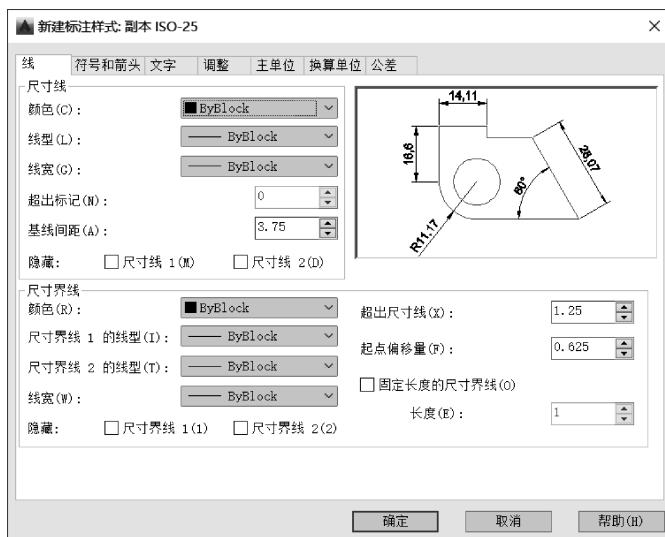

图9-9 “新建标注样式”对话框
在对话框中，“新样式名”文本框，用于确定新尺寸标注样式的名字；“基础样式”下拉列表框，用于确定以哪一个已有的标注样式为基础来定义新的标注样式；“用于”下拉列表框，用于确定新标注样的应用范围，包括“所有标注”“线性标注”“角度标注”“半径标注”“直径标注”“坐标标注”“引线与公差”等。完成上述设置后，单击“继续”按钮，打开“新建标注样式”对话框，如图9-9所示，其中各选项卡的内容和设置方法将在后面各节中详细介绍。设置完成后，单击“确定”按钮，返回“标注样式管理器”对话框。
- “修改”按钮：用于修改已有的标注尺寸样式。单击“修改”按钮，可以打开“修改标注样式”对话框，此对话框与图9-9所示的“新建标注样式”对话框功能类似。
- “替代”按钮：用于设置当前样式的替代样式。单击“替代”按钮，可以打开“替代标注样式”对话框，此对话框与图9-9所示的“新建标注样式”对话框功能类似。
“线”选项卡用于设置尺寸线、尺寸界线的格式和属性，如图9-9所示，选项卡中各选项功能如下。